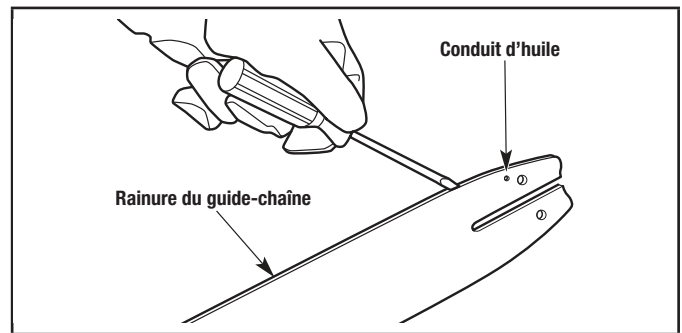
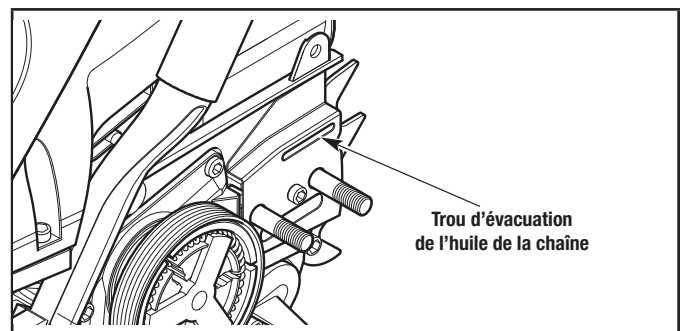

Figure 37
Figure 38
- Nettoyez la rainure du guide-chaîne et les conduits d'huile chaque fois que la chaîne de scie est retirée, lorsque la scie à chaîne a été fortement utilisée ou lorsque la chaîne de scie paraît sale. Utilisez un tournevis, un couteau à mastic, une brosse métallique ou un instrument similaire pour retirer les débris de la rainure du guide-chaîne (Fig. 37). Utilisez un petit fil métallique souple pour retirer les débris de l'orifice d'évacuation de l'huile de chaîne (Fig. 38).